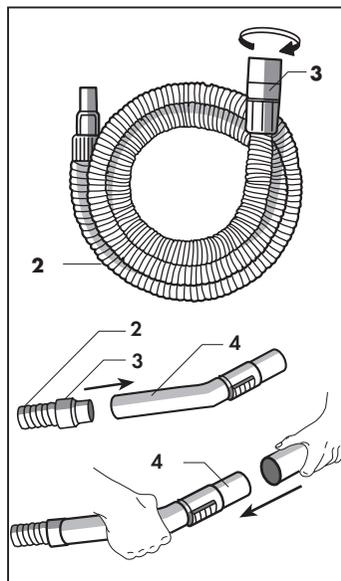
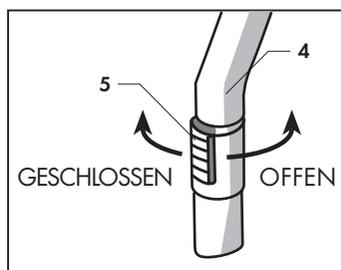

Abb. 8
Abb. 9
Um die verschiedenen Teile zu montieren, genügt es den Anschluss (3) des Schlauches (2) in den Handgriff (4) und das Aufnahmestück des Zubehörs in das Steckteil des Handgriffs (4) (Abb. 8) zu stecken.
**HANDGRIFF (4)**
Dieses Zubehörteil ist mit einem Ring (5) ausgestattet, durch den die Saugkraft geregelt werden kann (Abb. 9).